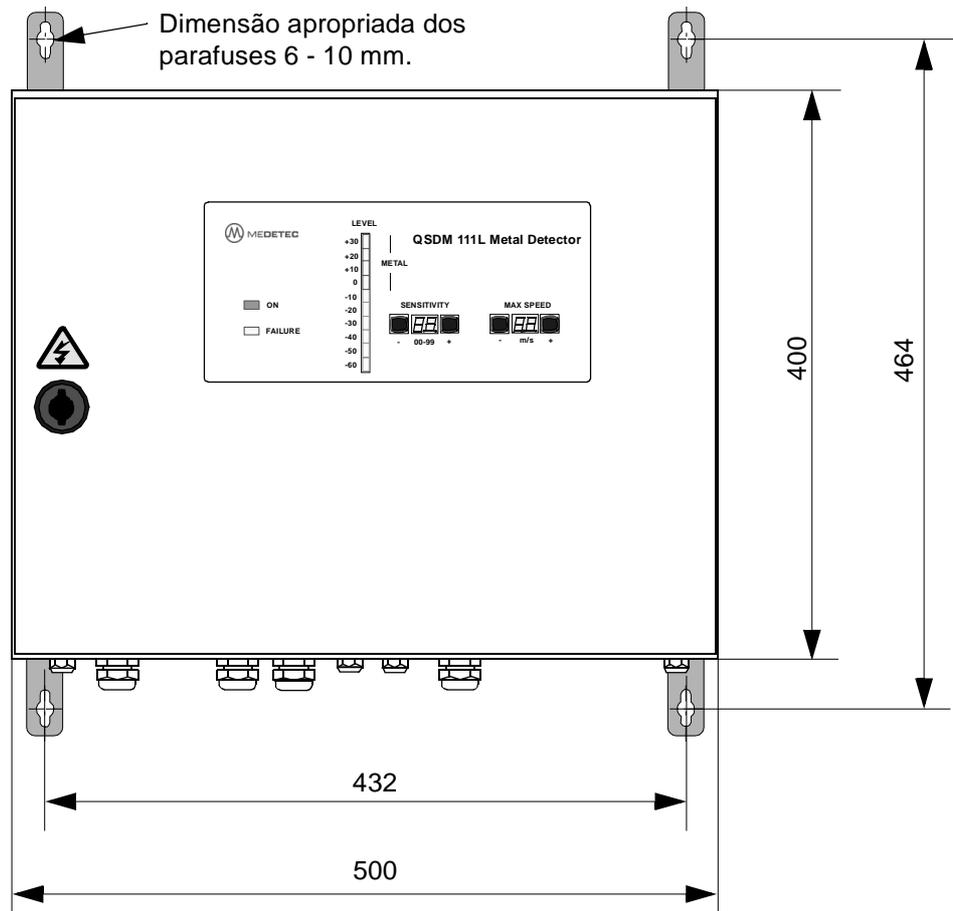

Figura 4-7. Espaços necessários e dimensões para alojar a unidade eletrônica
2. Montar a unidade eletrônica em uma parede livre de vibrações, com os cabos entrando por baixo: faça os furos na parede de acordo com a figura 4-7.